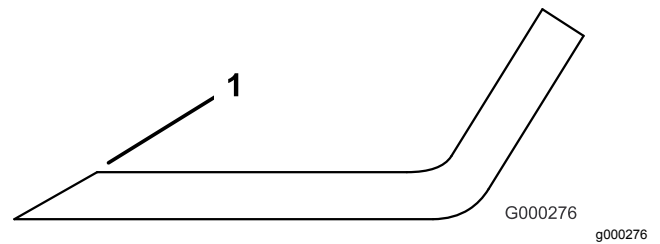

**図 130**
2. ブレードの切っ先を注意深く観察、特に、直線部と曲線部が交わる部分をよく観察する 図 130。
**注** この、直線部と曲線部の交差域は、砂などによる磨耗が進みやすい部分なので、機械を使用する前によく点検することが必要である。磨耗が進んでいる場合 図 130にはブレードを交換する。